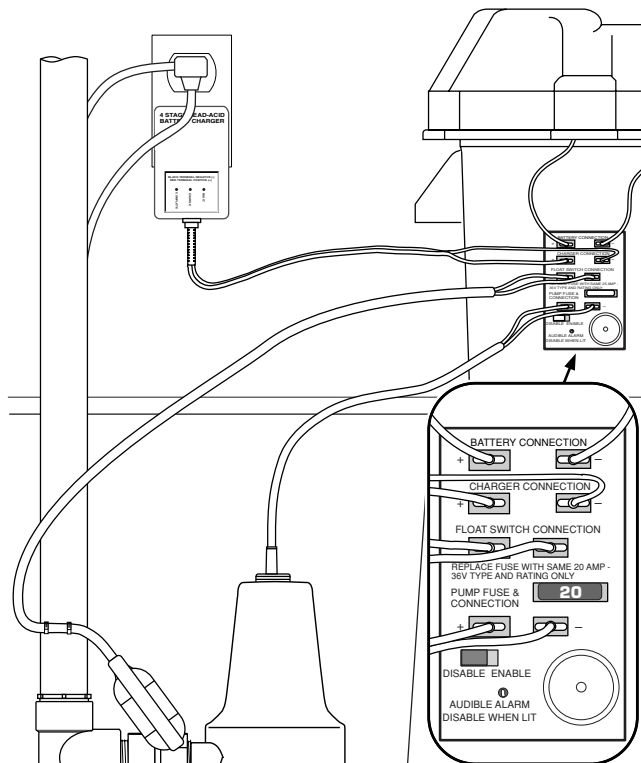

Figure 9 – Branchements électriques du FP1800DCC-01
1. Coller les deux morceaux de ruban double face (fournis, Réf. 9) à l'arrière de la boîte de jonction. Appuyer la boîte de jonction contre le coffret de la batterie, comme il est illustré à la Figure 9 et à la page 29 (vue éclatée).
2. Brancher le chargeur comme il est illustré dans le tableau 1 et à la Figure 9.